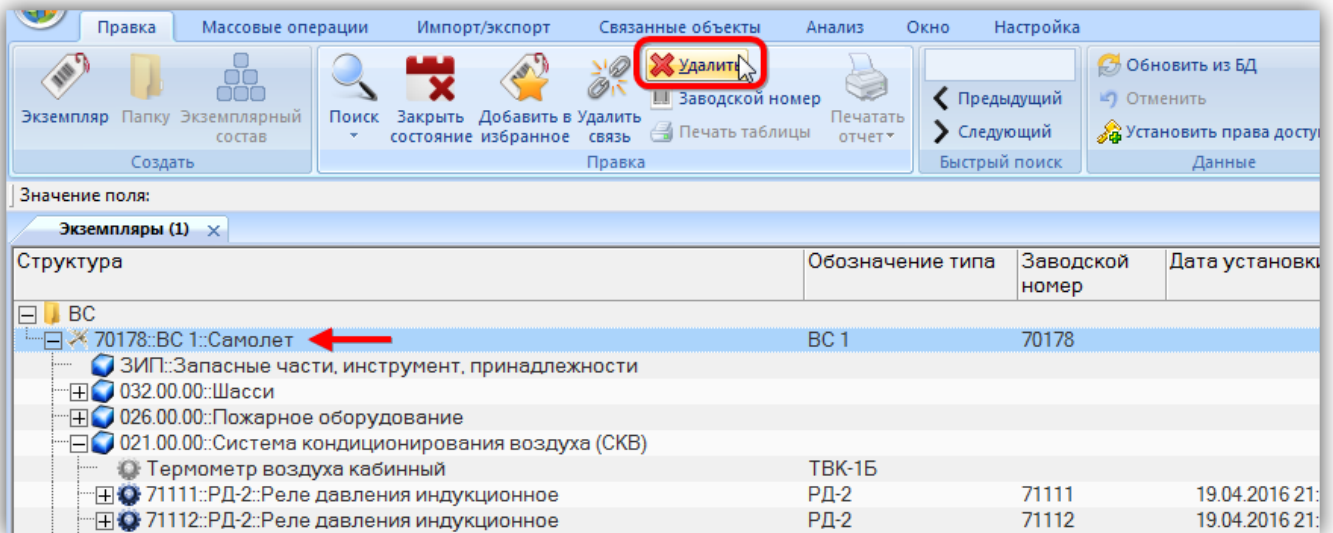

Рис. 13-16 – Удаление экземпляра изделия
- 2) Выбрать экземпляр в рабочем окне «Экземпляры» (1 на рис. 13-16). Для выделения нескольких объектов используются клавиши CTRL и SHIFT.
- 3) Нажать кнопку «Удалить» панели «Правка» (2 на рис. 13-16).